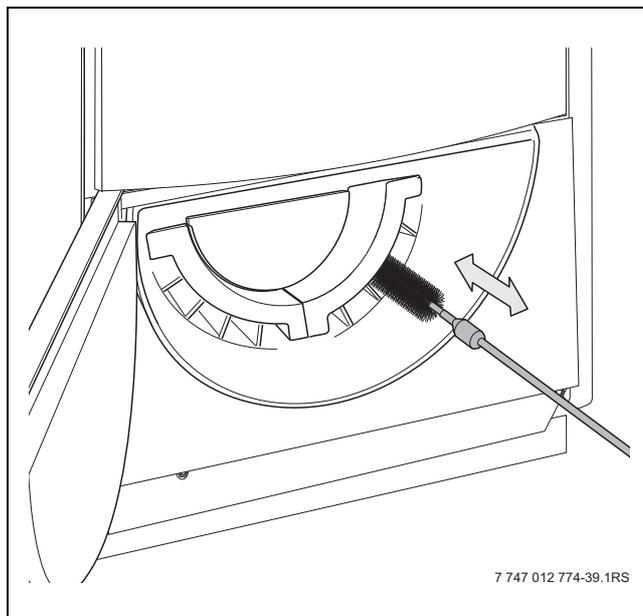

Fig. 30 Pulizia delle alette metalliche
- Con l'ausilio della spazzola rimuovere la cenere accumulata tra le alette metalliche del fondo del ceneraio (→ fig. 30).